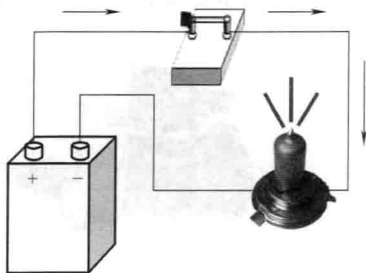

图 1-7 电路的通路状态
① 通路 通路也叫闭合回路。电源与负载接通，电路中有电流通过，电气设备或元器件获得一定的电压和电功率，进行能量转换或实现某种控制功能。图 1-7 所示为电路通路状态，在图 1-7 所示的电路中，灯泡将蓄电池输出的电能转换成了光能和热能。